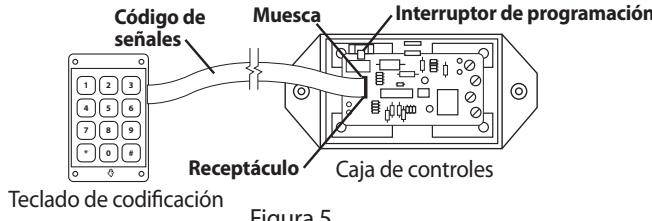

Figura 5
3. Quite la tapa de la caja de controles oprimiendo hacia adentro en los lados y tirando hacia arriba. El conducto de señales se enchufa en la caja de controles y por lo tanto coloque la caja en la pared interior del garaje dentro del alcance del conducto de señales. La colocación debida se ilustra en la Figura 5. Fijela con los dos tornillos de 2,50 cm (1 pulgada) suministrados.
4. Enchufe el conducto de señales en el receptáculo, como se muestra en la Figura 5.
- Mueva el interruptor de programación a la posición "SET" (INSTALLAR) (Figura 5).